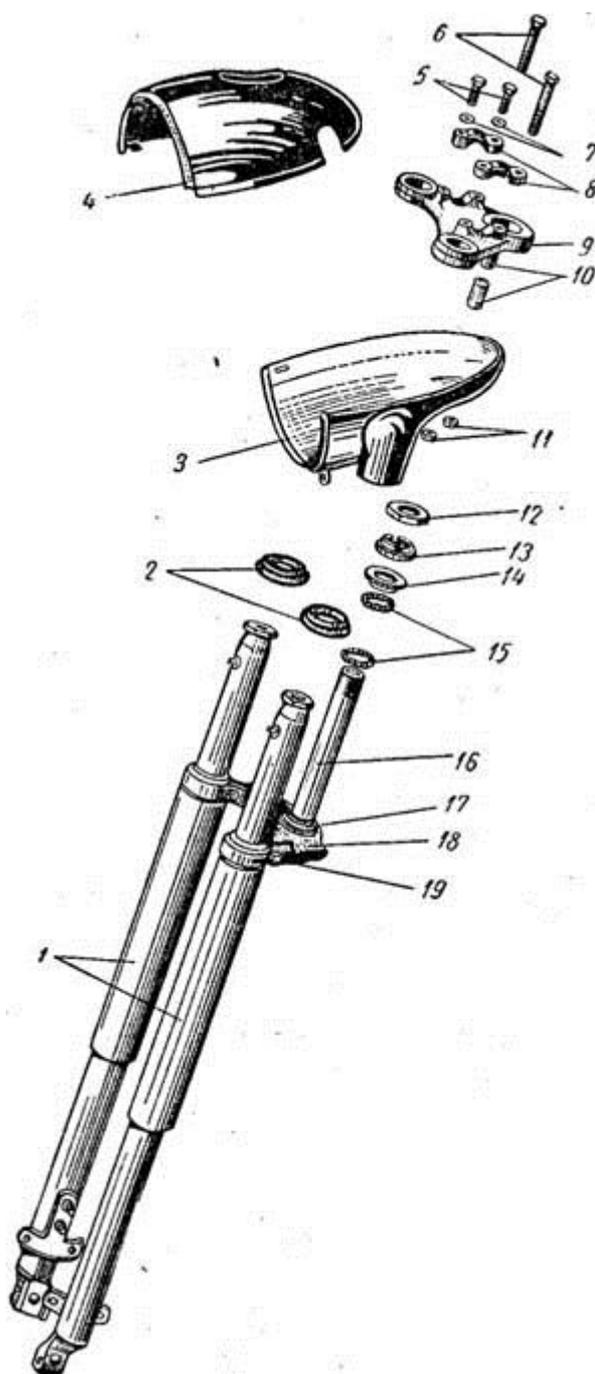

Рис. 58. Передняя вилка:
**Устройство.** Передняя вилка (рис. 58) состоит из двух параллельно расположенных перьев 1, соединенных между собой в верхней части мостиками (верхним 9 и нижним 18). Мостики соединены между собой стержнем (осью) 16.